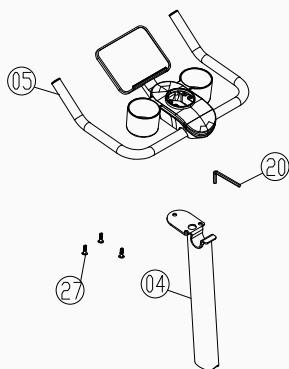

Figura 5
5. Montare il Gruppo Supporto Display (Parte 05) sul Gruppo Tubo Verticale (Parte 04). Fissare i due gruppi con tre viti a testa cilindrica esagonale M8×12 (Parte 27), quindi serrare le viti utilizzando la chiave esagonale da 6 mm (Parte 28), come mostrato nella Figura 5.